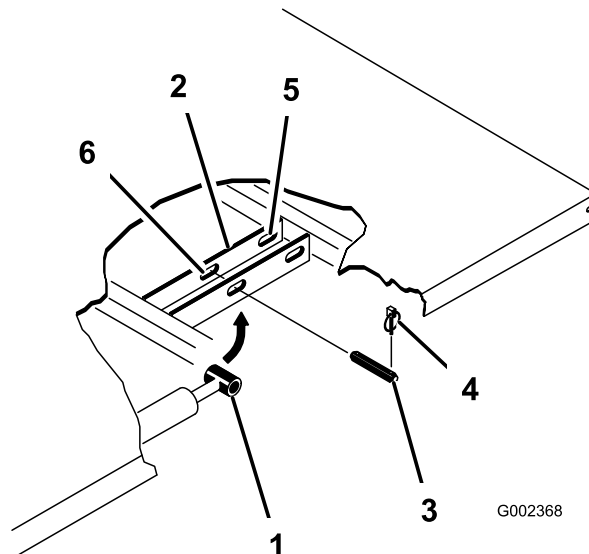

Figura 22
- Retire os pinos de sujeição das extremidades exteriores dos pinos de forquilha da haste do cilindro (Figura 22).
- Retire os passadores de forquilha que prendem as extremidades da haste do cilindro nas placas de montagem da plataforma, empurrando os passadores para dentro (Figura 22).
- Retire os pinos de sujeição e os passadores de forquilha que prendem os apoios articulados nos canais da estrutura (Figura 22).